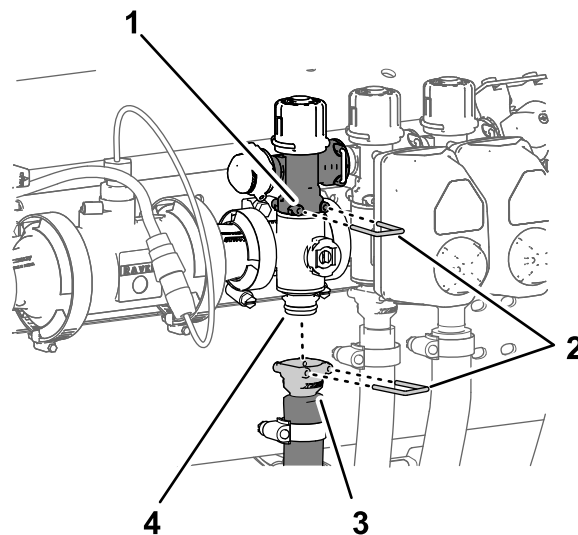

Figura 125
2. Retire la grapa que sujeta el acoplamiento rápido de la manguera de alimentación al distribuidor del acoplamiento rápido del distribuidor de sección (Figura 125).
1. Retire la grapa que sujeta el acoplamiento rápido de la válvula de desvío de sección al distribuidor de sección (Figura 125).